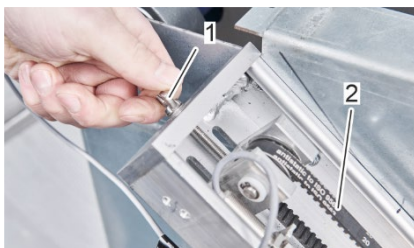

Abbildung 33: Lösen der Flügelmutter
12. Lösen Sie die Flügelmutter (Abbildung 33/1), indem Sie sie gegen den Uhrzeigersinn drehen, um den Zahnriemen (Abbildung 33/2) zu entspannen.
16. Ziehen Sie die Flügelmutter (Abbildung 33/1) an, um den Zahnriemen (Abbildung 33/2) zu spannen, bis beide Riemenstränge parallel zueinander stehen.